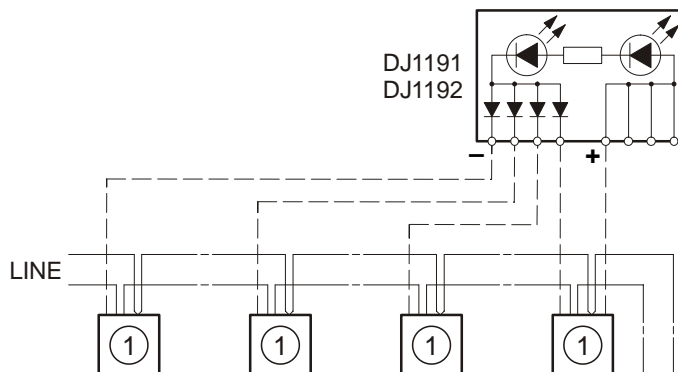

Fig. 10
**Examples for supply network (Fig. 10)**
Legend (Fig. 10)
**Beispiele für das Leitungsnetz (Fig. 10)**
Legende (Fig. 10)